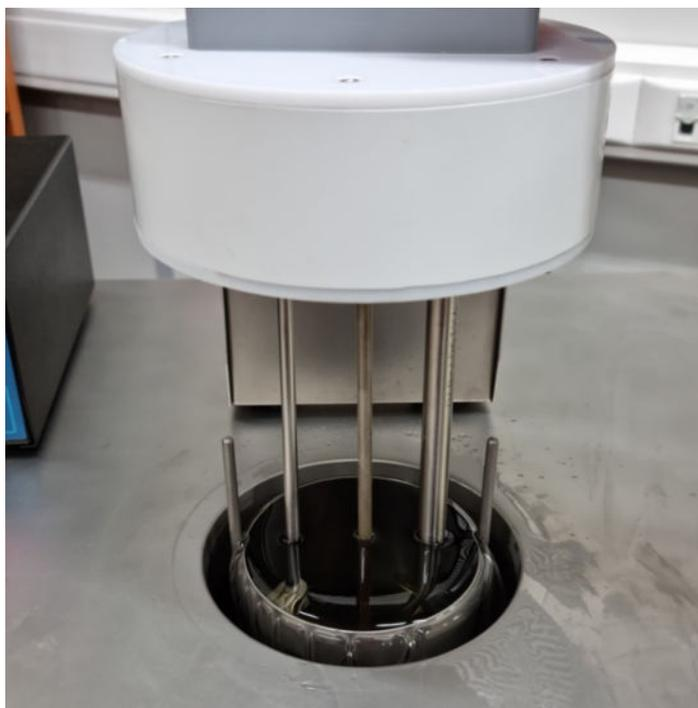

Рисунок 30 – Установка внешнего насытителя в термостат.
- установите внешний насытитель в термостат как показано на Рисунок 30(по направляющим) не заливая спирт;
8.5.6. Если в процессе поверки потребуется устанавливать температуру точки инея ниже  $-18\text{ }^{\circ}\text{C}$ , залейте в термостат ТПП-1.3 этиловый спирт в соответствии с руководством по эксплуатации на него. Включите питание термостата и блока управления, убедитесь в наличии перелива теплоносителя (шторка с направляющими должна быть установлена в термостат как показано на рисунке ниже (Рисунок 30). Установите внешний насытитель в термостат по направляющим (Рисунок 30) до плотного контакта с верхней крышкой термостата (Рисунок 1).